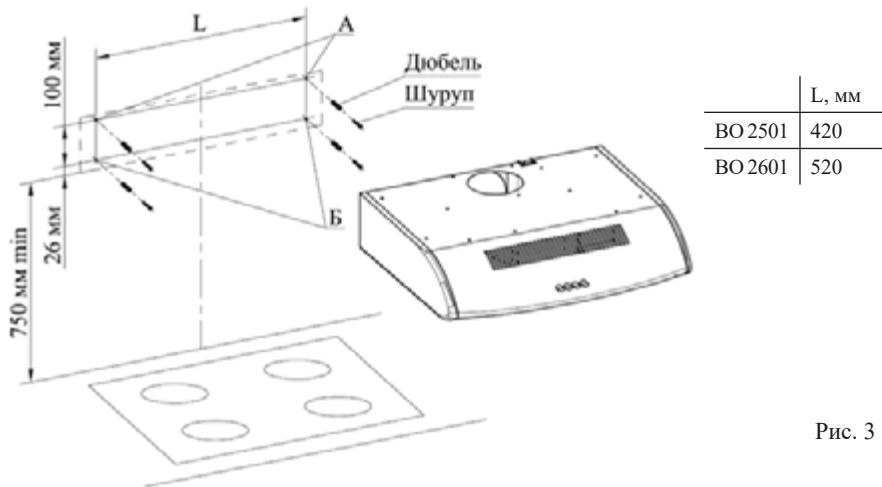

Рис. 3
**ВНИМАНИЕ!** МИНИМАЛЬНОЕ РАССТОЯНИЕ МЕЖДУ ПЛОСКОСТЬЮ УСТАНОВКИ ПОСУДЫ НА ПЛИТУ (НАГРЕВАТЕЛЬНОЙ ПОВЕРХНОСТЬЮ) И ВОЗДУХООЧИСТИТЕЛЕМ ДОЛЖНО БЫТЬ 75 см. ВОЗДУХООЧИСТИТЕЛЬ КРЕПИТЬ НА РОВНУЮ ПОВЕРХНОСТЬ (рис. 3).
6.3 С учетом установочной высоты и центральной линии разметьте на стене отверстия (A и Б) (рис. 3).
6.4 Просверлите отверстия (A и Б) диаметром 8 мм на глубину 50 мм (рис. 3).
- 6.5 В отверстия вставьте дюбели согласно рис. 3 и по отверстиям А заверните не до упора два шурупа, на которые навесьте воздухоочиститель со снятыми фильтром металлическим (крышкой).